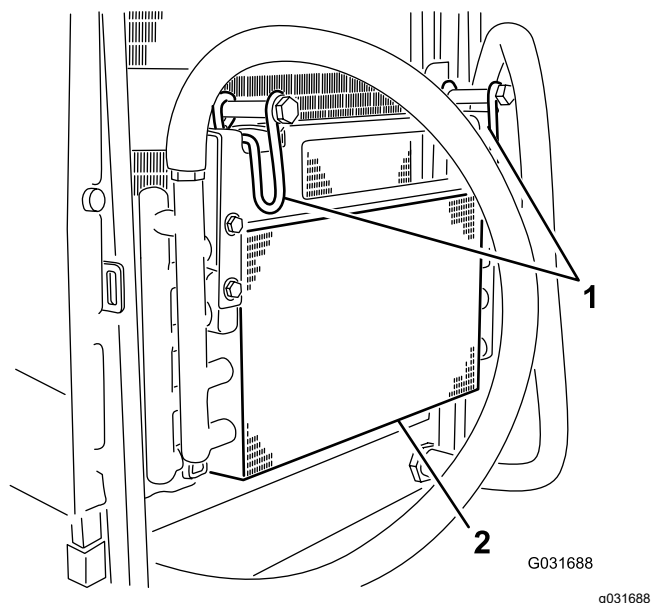

Figura 53
5. Gire los cierres hacia dentro para liberar el enfriador de aceite (Figura 53).